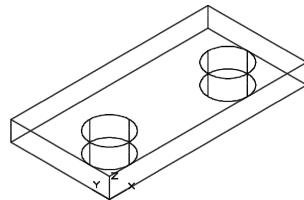

图 14-11 绘制底板圆孔
4) 选择“默认”选项卡→“创建”面板→“圆柱体”命令。分别输入圆心位置 (20,20)，圆半径 10，高度 10；另一圆心位置 (80,20)，圆半径 10，高度 10，结果如图 14-11 所示。